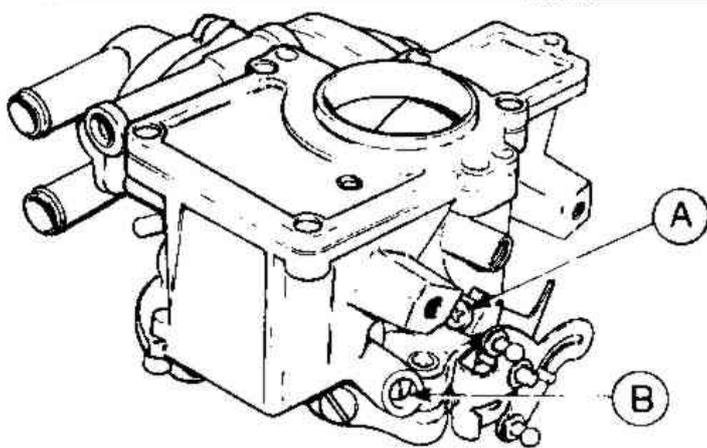

Рис.3.40. Регулировочные винты карбюратора VV (Разд.25)
19. Сначала нужно произвести регулировку оборотов холостого хода, которая производится аналогично регулировке карбюраторов "Форд" с фиксированным сечением диффузора, описанных выше. Регулировка производится упорным винтом дроссельной заслонки (Рис.3.40). Чтобы увеличить обороты холостого хода, ввинчивайте этот винт, чтобы уменьшить — вывинчивайте. Если имеется тахометр, используйте его для установки оборотов холостого хода.